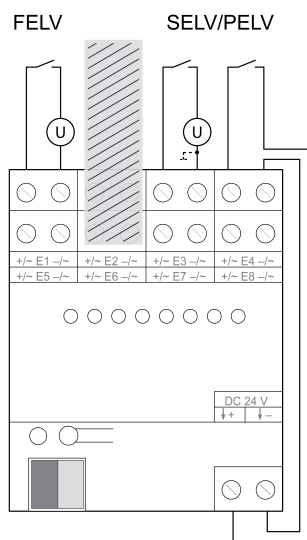

Bild 5
- Låt två ingångar vara outnyttjade mellan de ingångar som kopplats med SELV/PELV- och FELV-strömkretsar (bild 5).